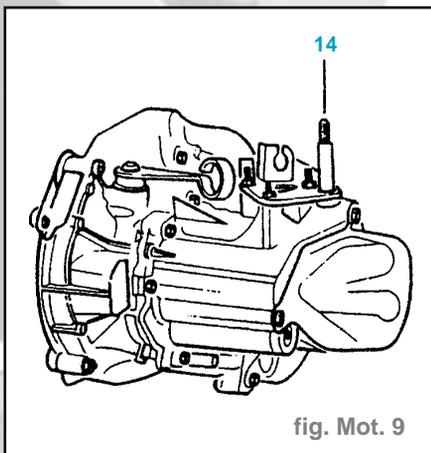

fig. Mot. 9
- Enduire l'axe (14) de graisse (fig. Mot. 9).